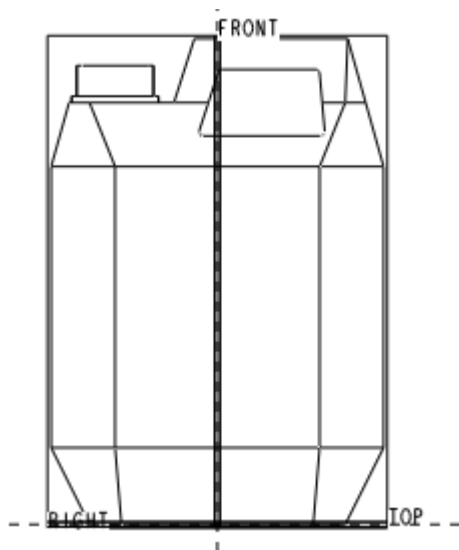

图 51-21
(2) 选择 RIGHT 基准面为草绘平面，单击【正向】接受默认的视图方向，单击【草绘视图】菜单中的【缺省】命令，系统进入草绘状态，如图 51-21 所示。